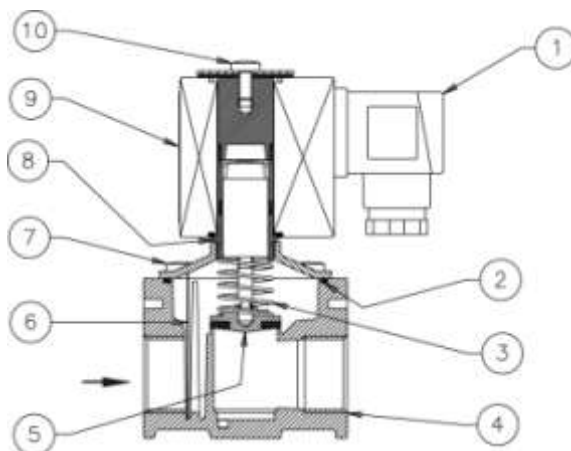

Рис. 1
Клапан (рис. 1) состоит из: электрический коннектор (1); уплотнительное кольцо (2); пружина запирающего механизма (3); корпус (4); затвор (5); фильтрующая сетка (опция) (6); крышка (7); муфта электромагнитной катушки (8); электромагнитная катушка (9); винт крепления электромагнитной катушки (10).